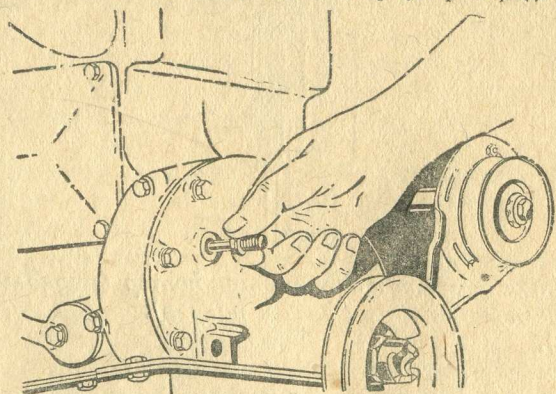

Рис. 22. Проверка положения коленчатого вала.
3) вывинтить штифт для установки зажигания, находящийся в крышке распределительных шестерен (рис. 22) и вставить его ненарезанным концом в отверстие, из которого он был вывинчен;